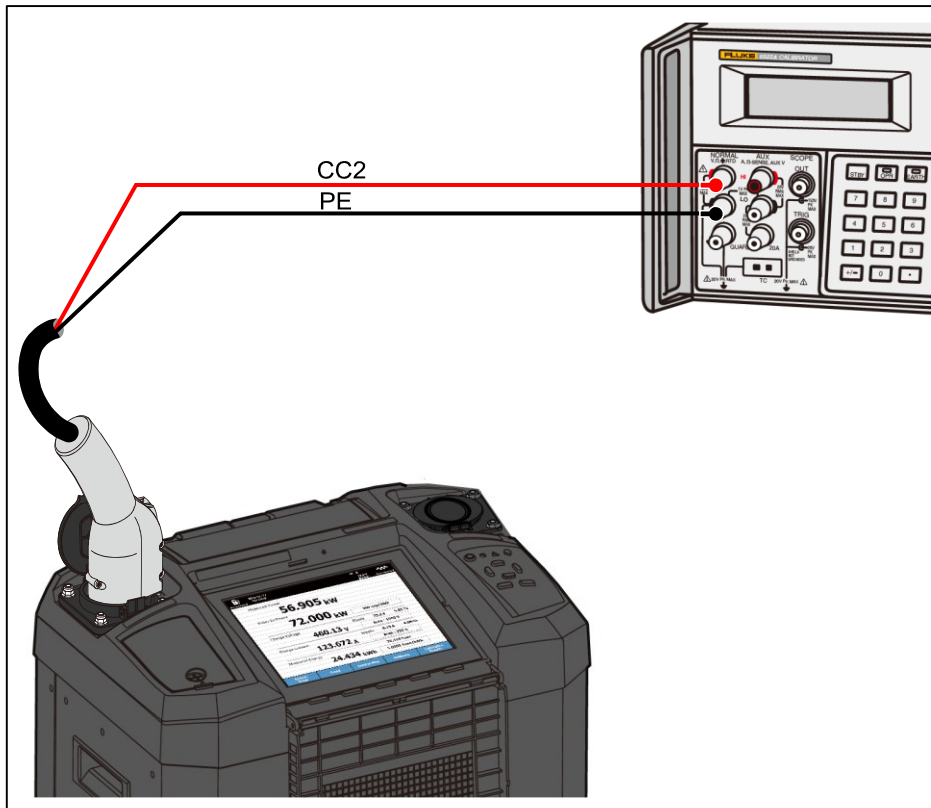

图 8. L_CC2 校准配置
1. 产品屏幕上提示“请连接直流电压源到左充电座 CC2/PE 信号端”时, 按图 8 所示, 将产品左侧充电座接口的 CC2 和 PE 端子分别连接到多功能校准器(Fluke 5522A)的 HI 和 LO 电压输出端子。